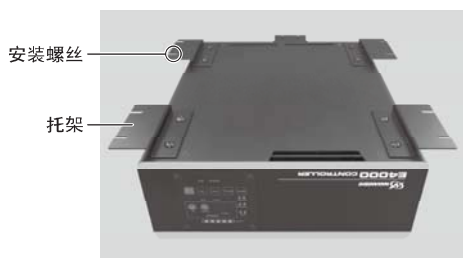

图10
- 托架有2种安装方法，分别是控制器的“（1）底面安装（图10、11）”和“（2）侧面安装（图12、13）”。
- ② 使用拆下的安装螺丝（8个），将托架（4个）安装到控制器底面（图10）。